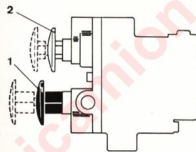

Fig. 11.12. - Desfrenado para marcha normal
- **Desfrenado para marcha normal (fig. 11.12).** — Estando el botón rojo (2) hacia fuera y el botón negro también hacia fuera está abierta la válvula que comunica el circuito de aire del depósito de servicio con las cámaras de freno a las que llega el aire por el orificio "SPRING BRAKE" de dichas cámaras, desfrenando las zapatas. Este aire alimenta también a un depósito de reserva.